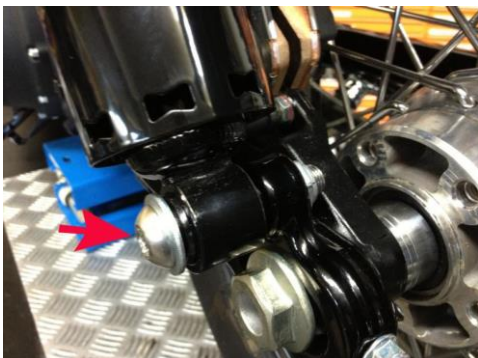

Abb. 1
2. Lösen Sie die untere Befestigungsschraube des linken Stoßdämpfers – diese wird durch die von Cult-Werk mitgelieferte Schraube ersetzt (Abb.1)